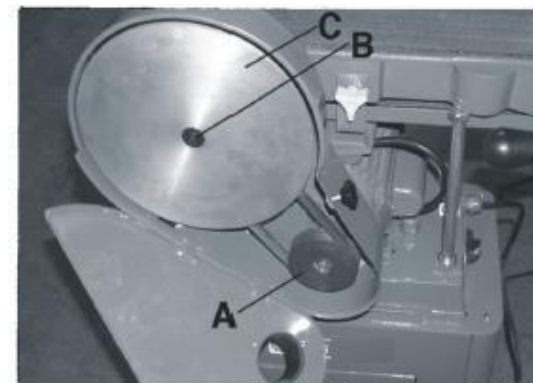

Рис. 20
3. Отвернуть и снять рукоятку фиксации крышки шлифовального диска и открыть крышку шлифовальной ленты для получения доступа к ведущему шкиву (А) двигателя, как показано на рис. 20.
6. Чтобы полностью снять клиновый ремень, следует снять алюминиевый диск. Снять шлифовальный диск с алюминиевого диска. Отвернуть винт (В), рис. 20, и снять алюминиевый диск (С) с ведущего вала шлифовального диска/ремня.